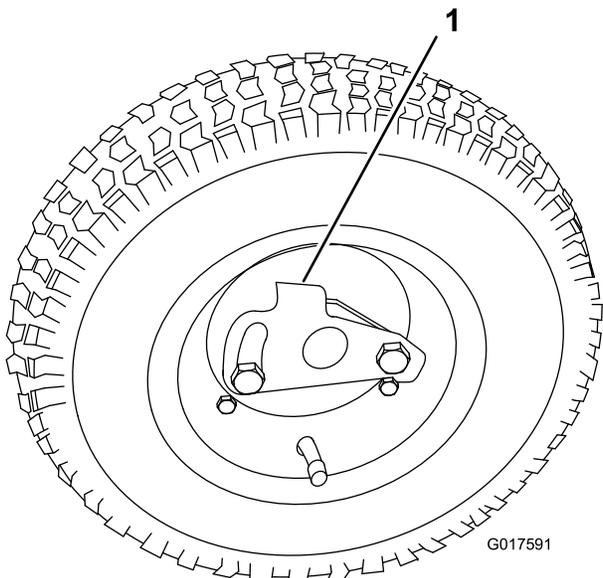

図 10
2. 車輪についているロッククリップを内側に押し、クリップを車軸に掛ける (図 10)。